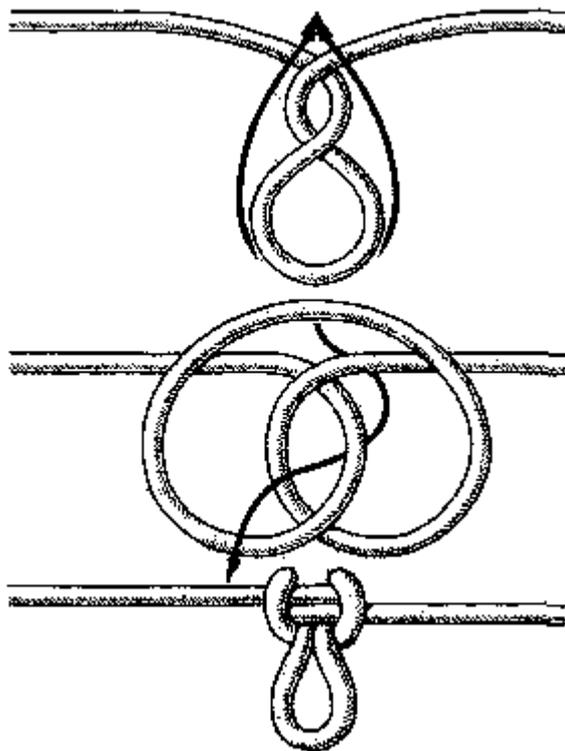

Рис. 74. Ездовая петля
**Ездовая петля** (рис. 74). Так же, как и бурлацкая, ездовая петля рассчитана на тягу в любом направлении и может быть завязана в середине троса. Она вяжется более сложным способом, чем бурлацкая петля, но зато более прочна и надежна.